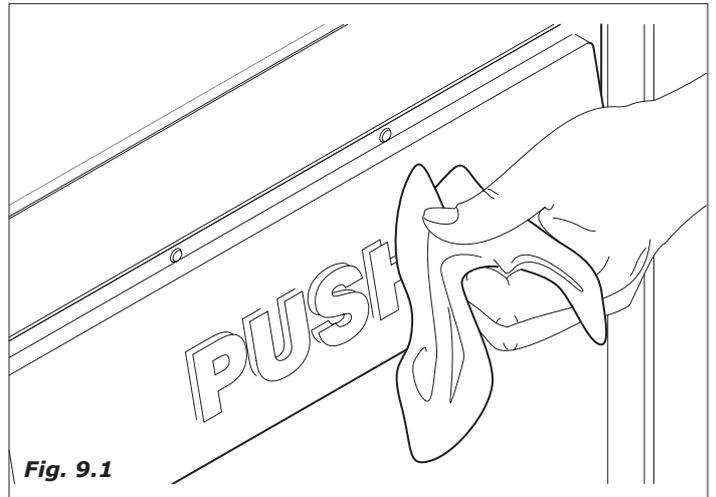

Fig. 9.1
- humedecer un paño y limpiar todas las partes a la vista de la zona de erogación (Fig.9.1)